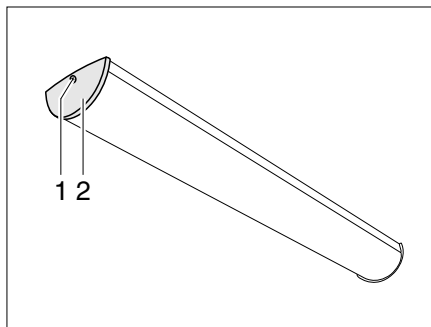

Bild 258 Wohnraumleuchte
- Schraube (Bild 258,1) herausdrehen und Abdeckung (Bild 258,2) abnehmen.